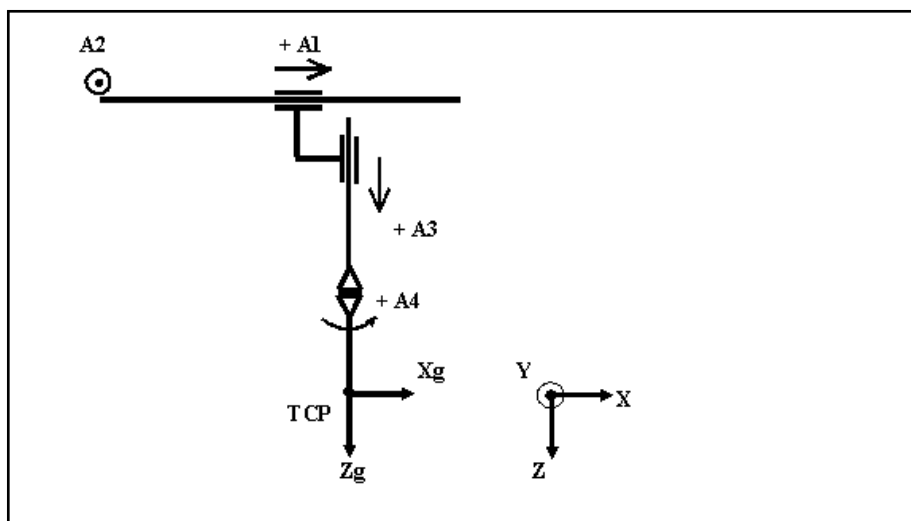

Abb. 18-2: Robotertyp 0, ein typisches X-Y-Z-C kartesisches System
- Abb. 18-2 "Robotertyp 0, ein typisches X-Y-Z-C kartesisches System" auf Seite 234.